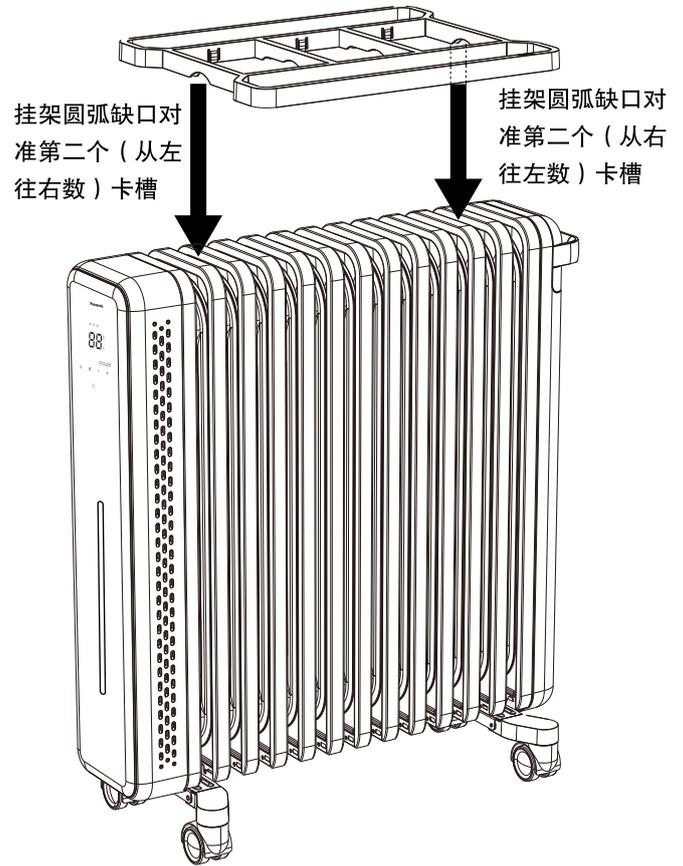

图2
2. 产品正过来后，将挂架卡在油汀的叶片缝隙之中（图2所示）。